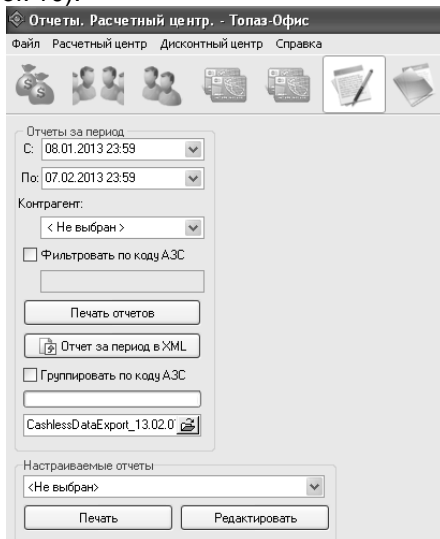

Рисунок 10
3.1 Программа "Топаз-Офис" позволяет снимать отчеты по контрагентам, видам топлива, АЗС, картам и зачислениям/списаниям средств. Для этого необходимо перейти на вкладку "Отчеты. Расчетный центр" (рисунок 10).